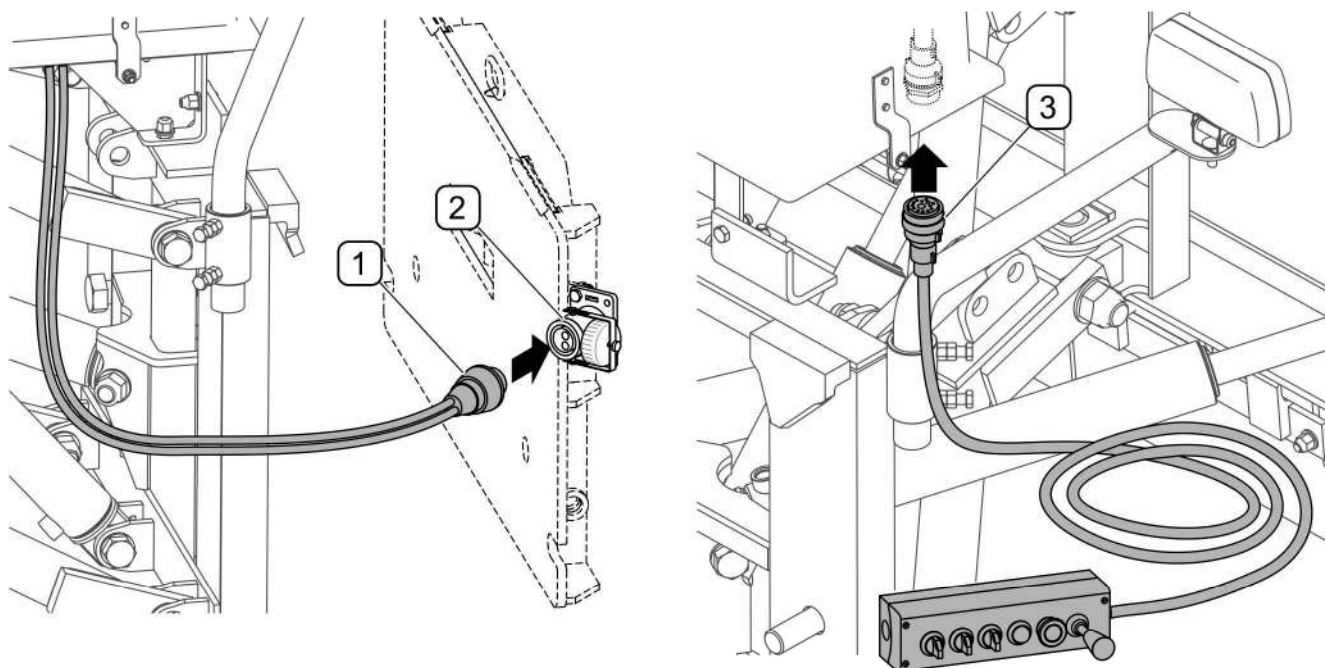

РИСУНОК 4.2 Подсоединение пульта управления и питания бортовой электросети
- 1) Подъехать транспортным средством к системе подвески плуга на расстояние ок. 30 см и затормозить стояночным тормозом. Штекер (1) питания плуга подсоединить к разъему (2) спереди транспортного средства (РИСУНОК 4.2). Штекер (3) пульта управления подсоединить к коробке электрогидравлического питателя.